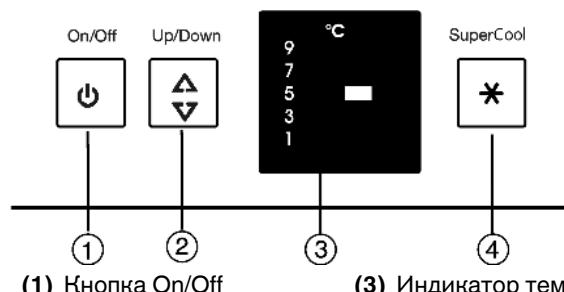

Fig. 2
- Нажмите кнопку On/Off Fig. 2 (1).
- Вызов регулировки температуры: один раз нажмите кнопку настройки Fig. 2 (2).